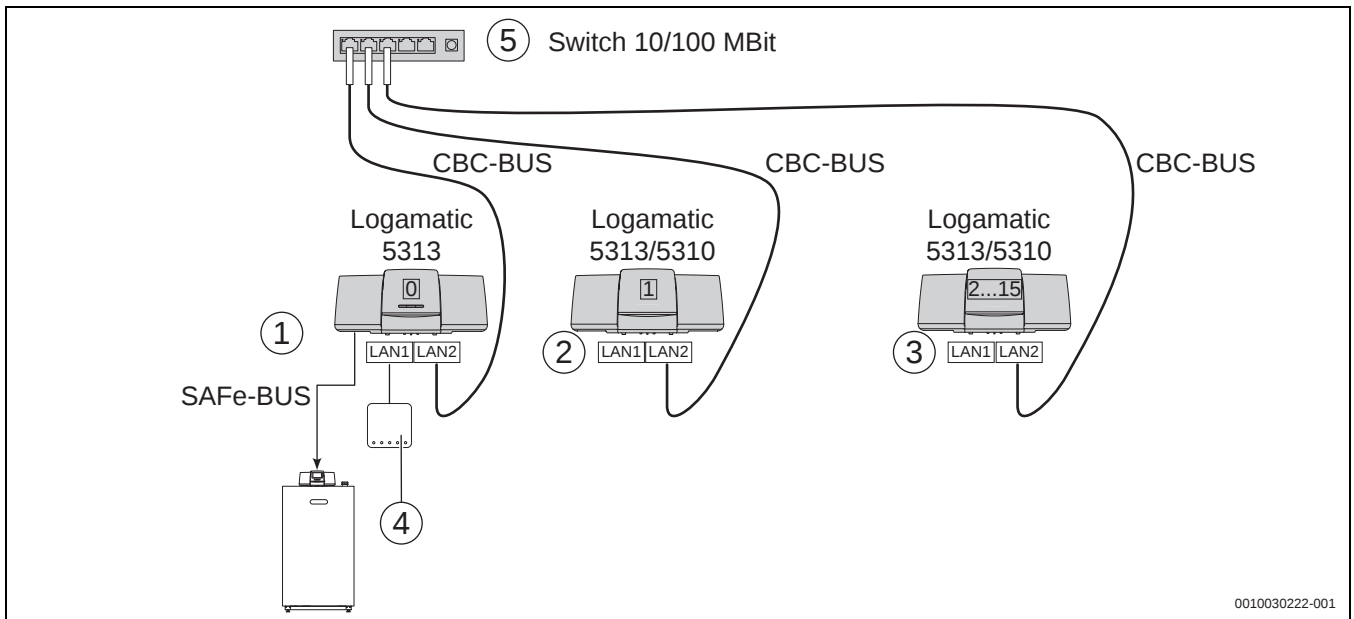
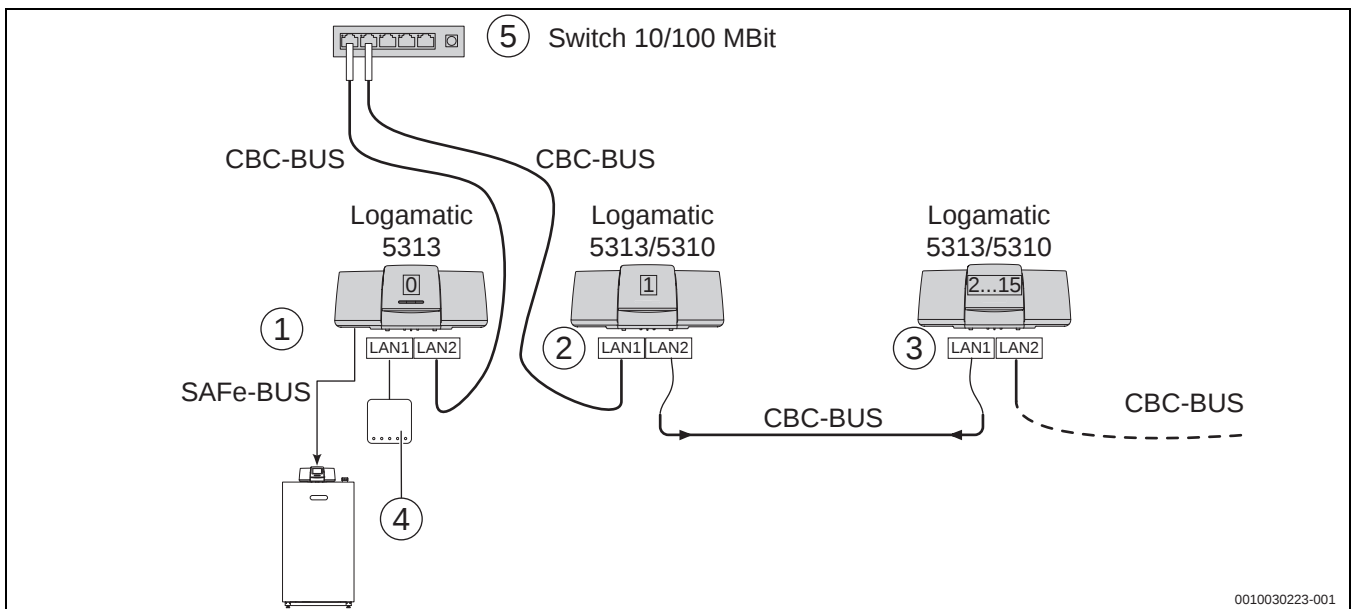

Bild 6 Variante 2: CBC-BUS mit sternförmiger BUS-Topologie
Bild 7 Variante 3: CBC-BUS stern- und linienförmiger BUS-Topologie
- Die Anordnung der Regelgeräte (BUS-Teilnehmer) erfolgt in Reihe. Eine sternförmige Anordnung ist möglich durch Einsatz eines bauseitigen Standard-Netzwerkswitches 10/100 MBit (→ Bild 6, Seite 13 und Bild 7, Seite 13). Der Vorteil der sternförmigen Anordnung besteht darin, dass bei einer Unterbrechung der BUS-Leitung nur die Kommunikation zu einem einzelnen Regelgerät ausfällt, während bei Anordnung in Reihe auch mehrere Regelgeräte von der Unterbrechung betroffen sein können.